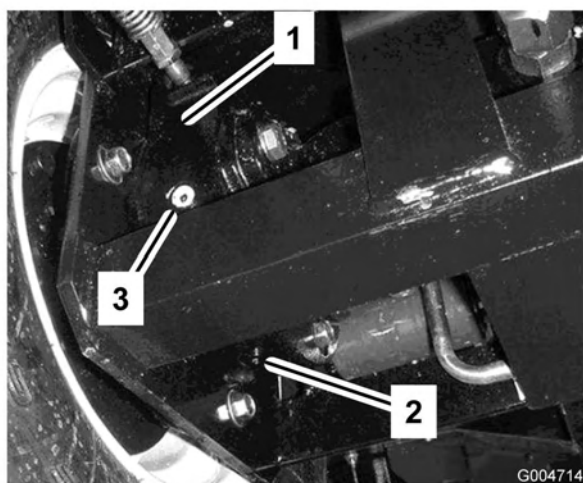

Figura 58
4. Coloque um recipiente de escoamento debaixo da caixa dos travões do lado oposto da roda (Figura 58).
7. Retire o tampão de verificação da caixa de travões (Figura 58).